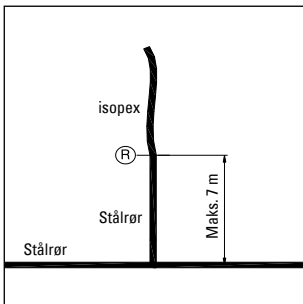

fig. 3
- Den maksimale afstand fra et fikseret punkt på rørstrækningen er som fig. 3.